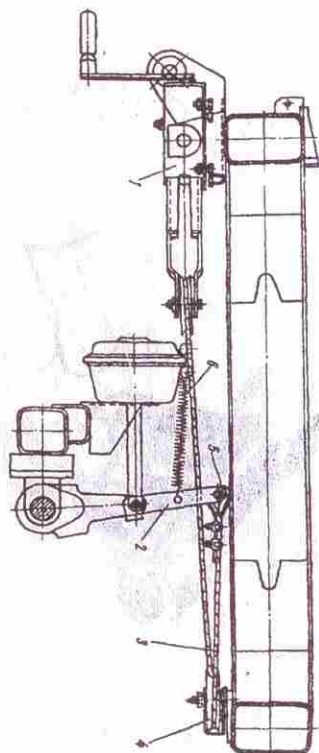

Рис. 16. Привод стояночного тормоза:
4.8. Стояночная тормозная система. Стояночная тормозная система предназначена для затормаживания прицепа на стоянке. Привод ручной, механический. Основными частями привода являются натяжной механизм 1, установленный на передней поперечной раме поворотной тележки, трос 3, возвратные пружины 6, направляющие ролики 4, рычаги (рис.16).